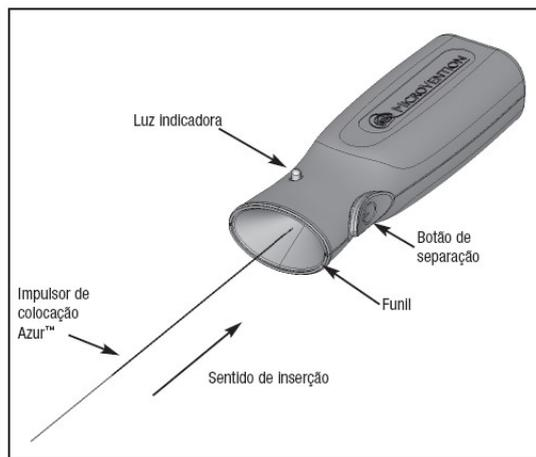

Figura 2 – Controlador de separação Azur
14. Antes de usar o dispositivo, remova a extremidade proximal do impulsor de colocação da embalagem em forma de tubo. Cuidado para não contaminar esta extremidade do impulsor de colocação com substâncias estranhas, como sangue ou contraste. Insira firmemente a extremidade proximal do impulsor de colocação dentro da seção do funil do controlador de separação Azur. Consulte a Figura 2. Não pressione o botão de separação neste momento.
34. Conecte a extremidade proximal do impulsor de colocação ao controlador de separação Azur inserindo firmemente a extremidade proximal do impulsor de colocação dentro da seção do funil do controlador de separação Azur. Consulte a Figura 2.